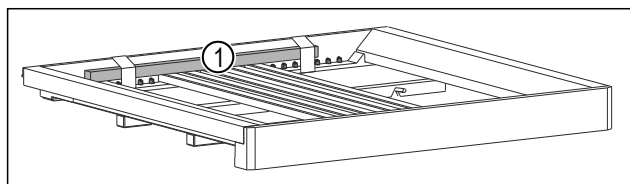

Fig. 5 *
► Отстранете дървената пръчка Fig. 5 (1)*.